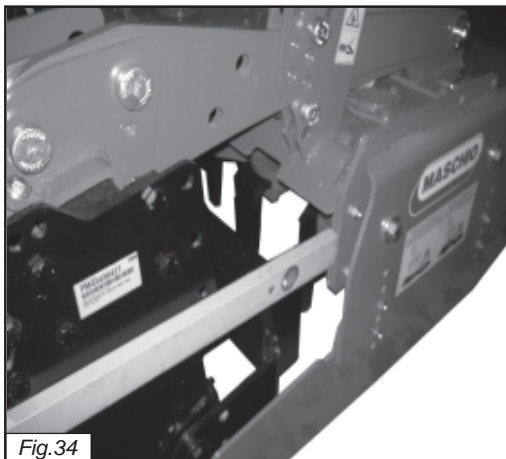

Fig.34
1) Controllare l'allineamento delle fiancate rullo rispetto alle fiancate macchina. (fig.34)
1) Contrôler que les cotés rouleau soient bien en ligne avec les cotés de la machine (Fig.34)
1) Kontrollieren Sie dass die Walzewanden in Maschinewandreihe aufgestellt sind (Bild 34)